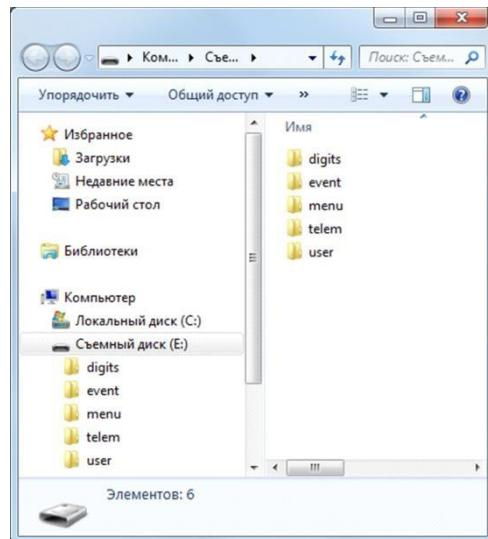

Рис. 10.3. Структура файлов контроллера
4. В окне *Автозапуск* выберите *Открыть папку для просмотра файлов*. В результате откроется окно, отображающее структуру файлов контроллера (рис. 10.3).